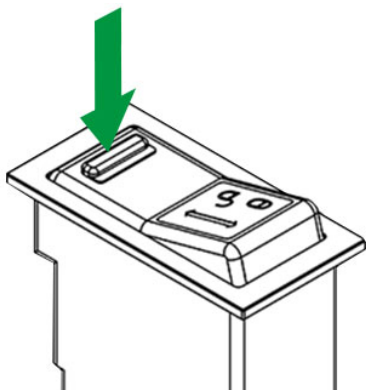

Abbildung 78: Verriegelungsbolzen VERRIEGELN
- Die grüne Sichtanzeige ist ausgefahren und von der Baggerkabine aus sichtbar, siehe *Abbildung 78*.